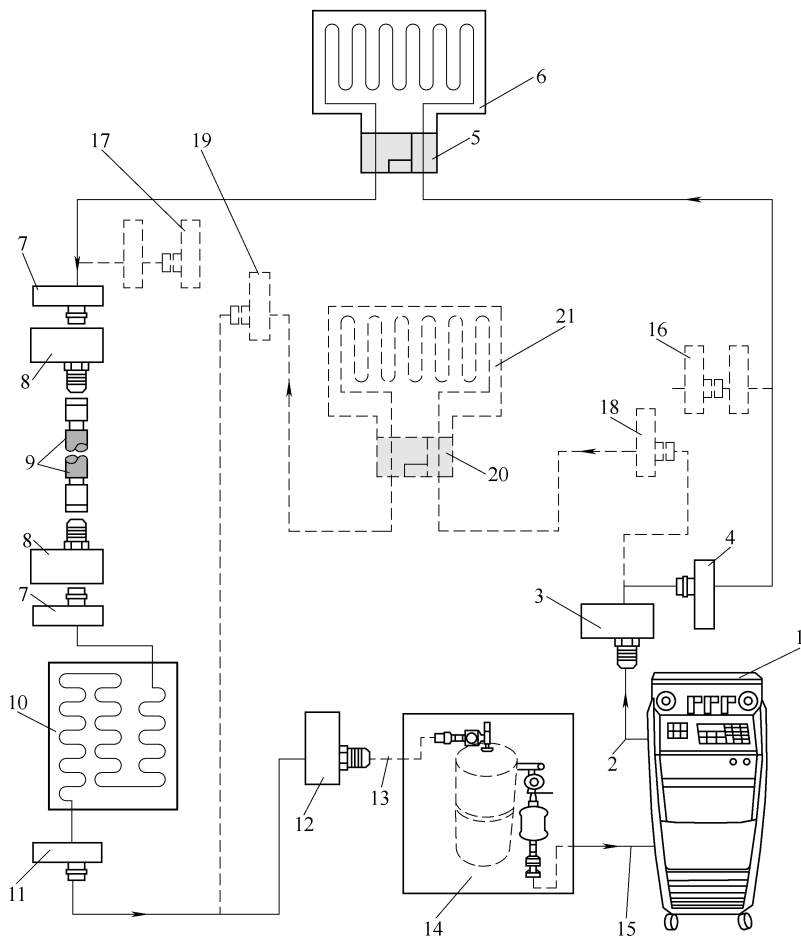

图 11-1-20 空调系统冲洗示意图 02
2) 带膨胀阀、储液罐和第二个蒸发器的制冷剂循环回路,如图 11-1-20 所示。